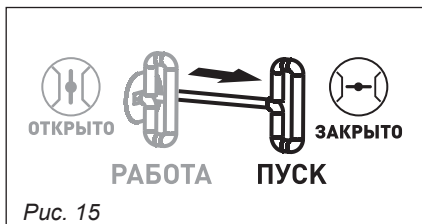

Рис. 15
3. Переведите рычаг воздушной заслонки в положение «ЗАКРЫТО» (рис. 15).